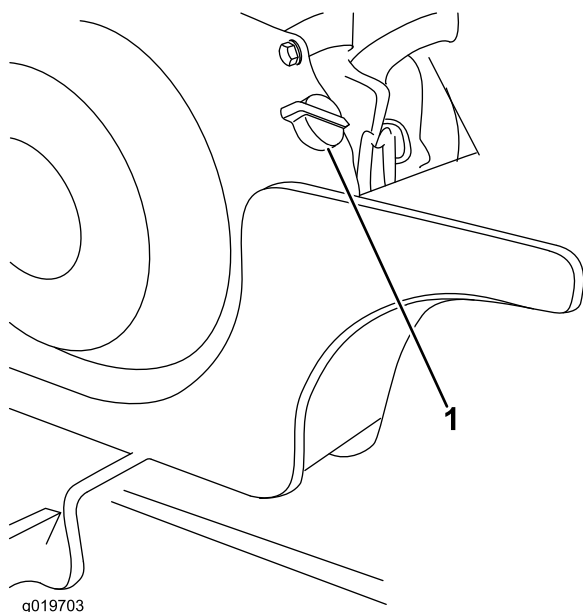

Figure 11
1. Placez la commande du moteur en position Marche (Figure 11).